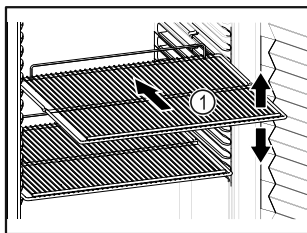

Fig. 64 Приблизне відображення
- ❑ Якщо решітки для зберігання Fig. 64 (1) знімі, відрегулювати по висоті.